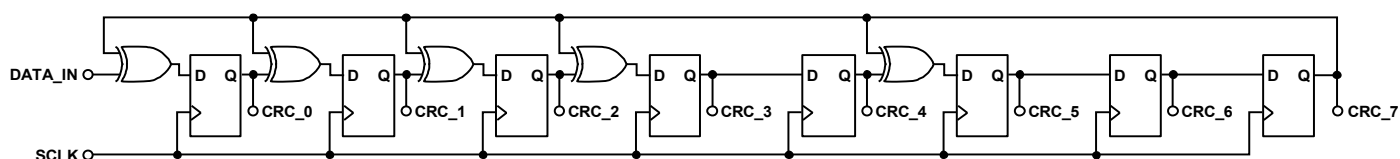

図 40.CRC の回路構成
CRC ビットを計算するために AD7280A によって使用される多項式は $x^8 + x^5 + x^3 + x^2 + x + 1$ です。この CRC 多項式は 22 ビットまでのデータの計算に対するハミング距離は 4 です。割算は図 40.に示すようにデジタル回路を使用して実行されます。
- xor_1, xor_2, xor_3, xor_4, and xor_5 は整数の変数です。これらの XOR ゲートの出力は回路構成で一番左の XOR ゲートからスタートします (図 40.を参照)
- CRC_0, CRC_1, CRC_2, CRC_3, CRC_4, CRC_5, CRC_6, and CRC_7 は整数の変数です。シフトレジスタの出力は回路構成の一番左のシフトレジスタから開始します (図 40.を参照)。
”data_in”を除き、他のすべての変数を”0”に初期化する必要があります。図 40.に示すように次のコードは CRC 計算を実施します。